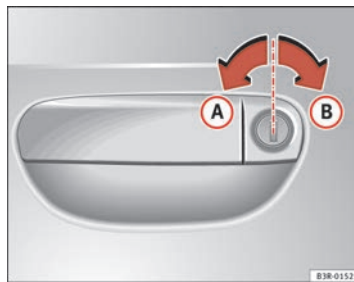

Fig. 70 Movimientos de la llave para abrir y cerrar
- Gire la llave hacia la izquierda en la cerradura de la puerta del conductor hasta alcanzar la posición de apertura **(A)** ⇒ fig. 70.
- Gire la llave hacia la derecha en la cerradura de la puerta del conductor hasta alcanzar la posición de cierre **(B)** ⇒ fig. 70 ? .
Para ello, gire la llave en la cerradura de la puerta del conductor **dos veces** sucesivamente hasta alcanzar la posición de cierre  ⇒ página 104, fig. 70.